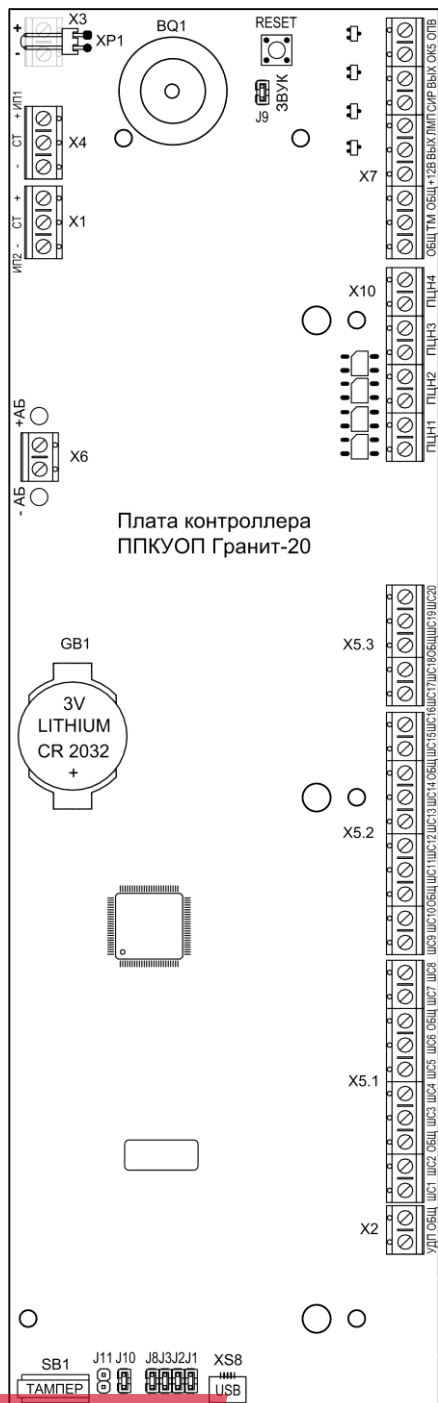
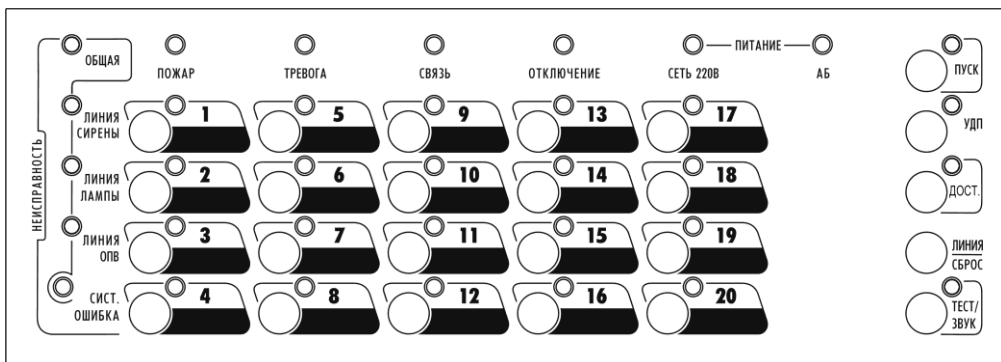

Рис.1 Плата контроллера прибора (вид со снятой панелью и платой индикации)
Рис.2 Панель индикации и управления ППКУОП Гранит-20
Конструктивно прибор состоит из корпуса (основания) и съёмной крышки. В корпусе расположены: плата контроллера (см. рис.1) с установленной на ней платой индикации и плата источника питания. На плате индикации установлена панель индикации и управления прибора (см. рис.2). В корпусе прибора также предусмотрен отсек для размещения аккумуляторной батареи.
На плате источника питания прибора (расположена под платой контроллера, на рис.1 не показана) расположен клеммник «220В», предназначенный для подключения прибора к сети 220 В и установлен плавкий предохранитель типа Т1,6А на 250В.
(рис. 1) расположены:
На плате источника питания (расположена под платой контроллера, на рис.1 не показана) расположен клеммник «220В», предназначенный для подключения прибора к сети 220 В.
3.2 На панель индикации и управления прибора (см. рис.2) выведены: